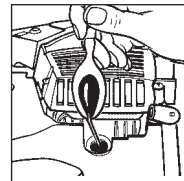

Abb. 22
- Geben Sie 1 Teelöffel sauberes 2-Takt-Öl in die Verbrennungskammer. Ziehen Sie mehrere Male langsam an der Starterleine, um die internen Komponenten zu beschichten. Setzen Sie die Zündkerze wieder ein (Abb. 22).